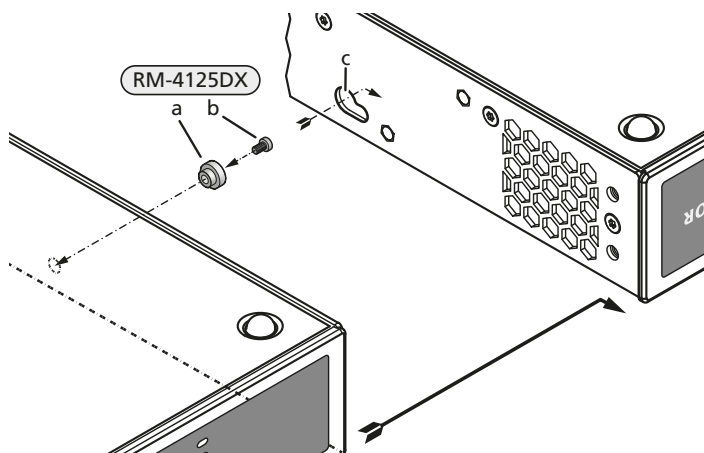

Abb. 6 Montage des Verbindungszapfens
- 2) Zur Montage des Zapfens die Hülse (a) mit der Schraube (b) an der rechten Seite des linken Geräts festschrauben (Abb. 6).